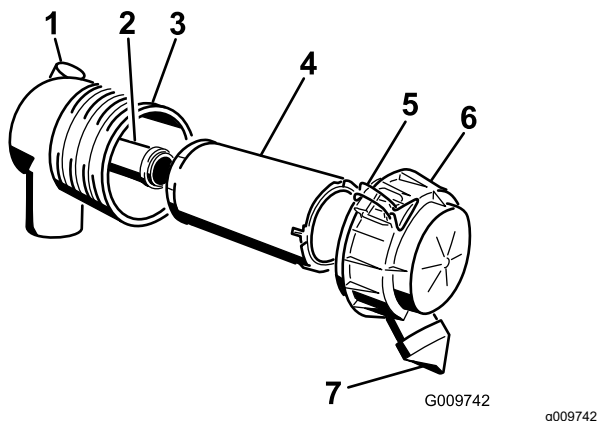

Figura 54
1. Estraiete con cautela il filtro primario dal corpo del filtro dell'aria (Figura 54).
4. Se sostituite il filtro di sicurezza, fate scorrere con cautela il nuovo filtro nel corpo del filtro (Figura 54).
6. Montate il coperchio del filtro dell'aria con il lato "UP" rivolto verso l'alto e fissate i fermi (Figura 54).